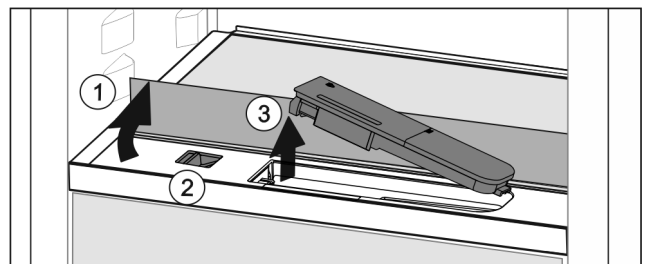

Fig. 43
- ▶ Glasplatte anheben und bis zum Anschlag nach hinten klappen Fig. 43 (1).
- ▶ Schieber *Fig. 43 (2)* nach links schieben.
- ▶ Wassertank entnehmen *Fig. 43 (3)*.